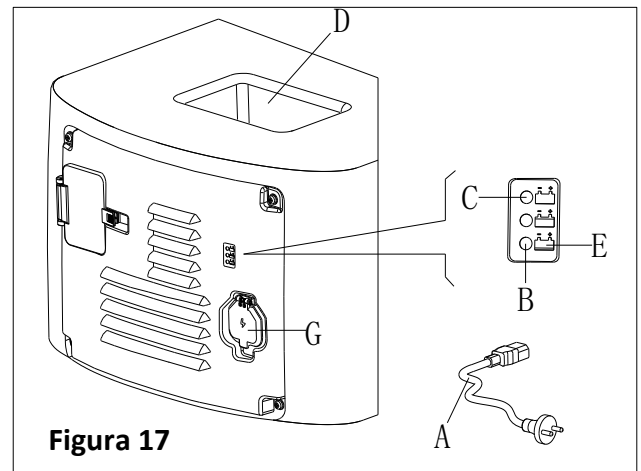

Figura 17
6. Ligue o cabo de carregamento (A, Figura 17) à tomada (G), e todas as funções são automaticamente desligadas, com a excepção do carregamento. O LED vermelho (B) significa que a máquina está a carregar.
7. As baterias estão completamente carregadas quando o LED verde (C) se ligar.
8. Desligue o cabo do carregador da tomada após terminar o carregamento, e armazene-o na caixa de armazenamento (D).
Para mais informações sobre o carregamento de bordo (E, Figura 17), consulte o manual relevante do centro de serviço.